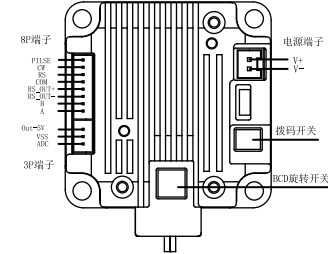
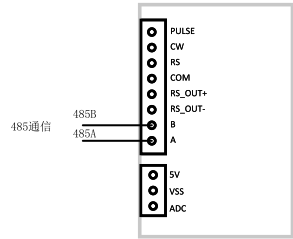

图7 尾部驱控单元展示图
图8 接线示意图
- 将随机附带的线缆按照下图7所示安装好，8P端子插在下图7标记“8P端子”上，2P端子插在下图标记“电源端子”上，具体接线参照图8和表3进行接线。